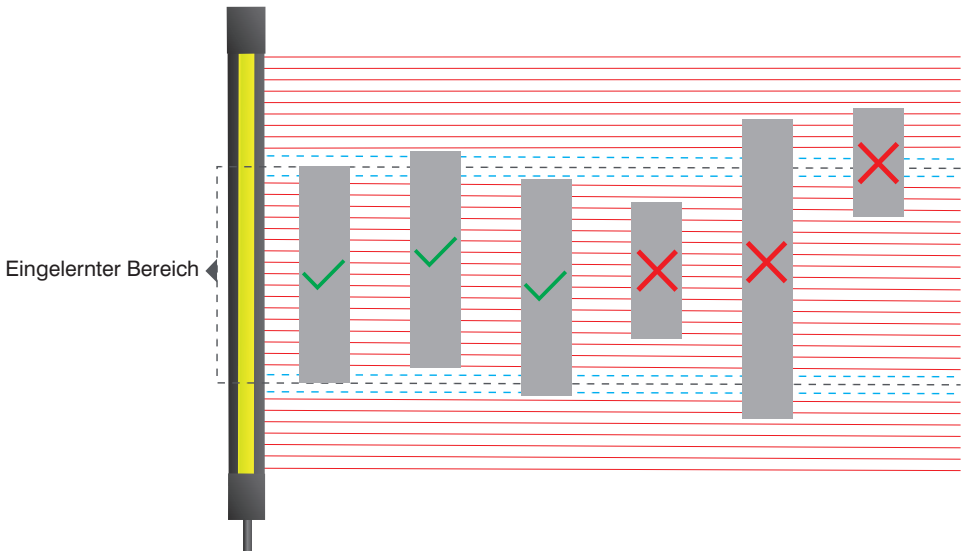

Abbildung 24: Zulässige Objektbewegung beim Fix Blanking mit Randtoleranz
- Folgende Objektbewegungen werden toleriert, wobei diese sich gegenseitig ausschließen (siehe Abbildung 24):
- Der Abstand zwischen zwei ausgeblendeten Bereichen ist abhängig von deren Bewegung innerhalb des Schutzfeldes (Abbildung 24):